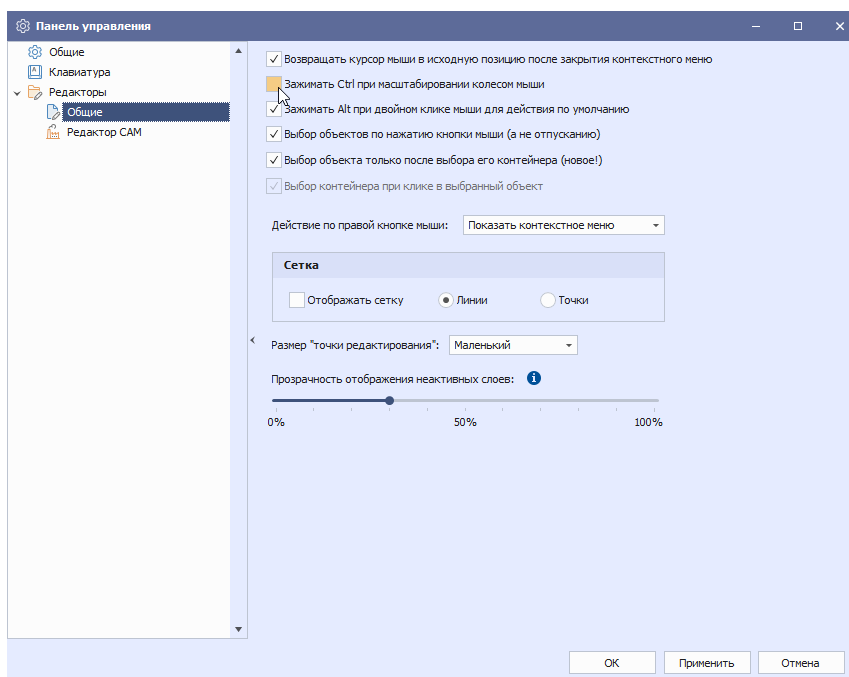

Рис. 199 Настройка масштабирования области
- масштабировать область прокруткой колеса мыши при зажатой клавише «Ctrl» и без, см. Рис. 199.